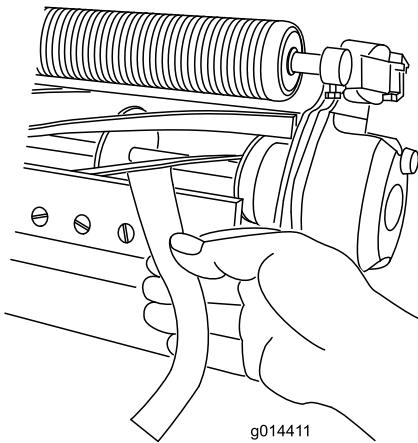

Figura 10
- B. Inserte una tira larga de papel de prueba del rendimiento de corte (Pieza Toro N° 125-5610) entre el molinete y la contracuchilla, perpendicular a la contracuchilla (Figura 10), y gire el molinete **lentamente** hacia adelante; debe cortar el papel. Si no lo hace, repita los pasos A y B hasta que corte el papel.
11. Inserte una tira larga de papel de prueba del rendimiento de corte (Pieza Toro N° 125-5610) entre el molinete y la contracuchilla, perpendicular a la contracuchilla (Figura 10), y gire el molinete **lentamente** hacia adelante; debe cortar el papel. Si no lo hace, gire cada tornillo de ajuste de la barra de asiento 1 clic en sentido horario y repita este paso hasta que corte el papel.